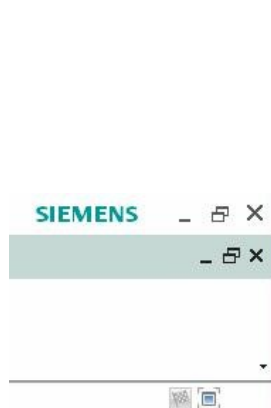
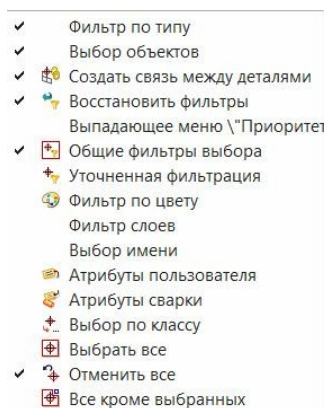

Рис.39
рис.40
- Прежде чем мы станем говорить о сложном выборе примитивов, важно убедиться в том, что у вас в *панели выбора* присутствуют все необходимые команды. Напомним – чтобы изменить состав пиктограмм в какой-нибудь инструментальной панели нужно обратиться к её общему списку. Нужная стрелочка в панели выбора располагается в правом верхнем углу экрана (рис.39). Список возможных команд у *панели выбора* довольно длинный (рис.40).
- Так вот, убедитесь в том, что в этом списке (рис.40) у вас, кроме прочих, выбраны команды: